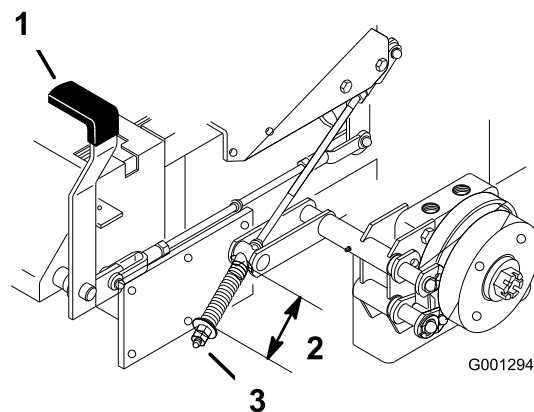

Figura 73
2. Mida la longitud del muelle (Figura 73).
3. Si es necesario un ajuste, quite el freno de estacionamiento, afloje la contratuerca que está debajo del muelle y ajuste la tuerca que está directamente debajo del muelle (Figura 73).